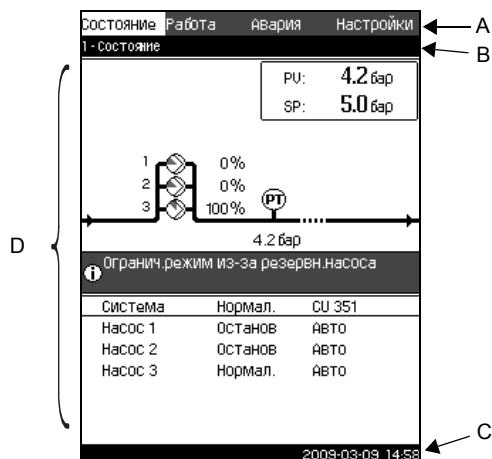

Рис. 8 Структура дисплея
Строка меню (A) представлена на рис. 8.
Верхняя строка (B) представлена на рис. 8.